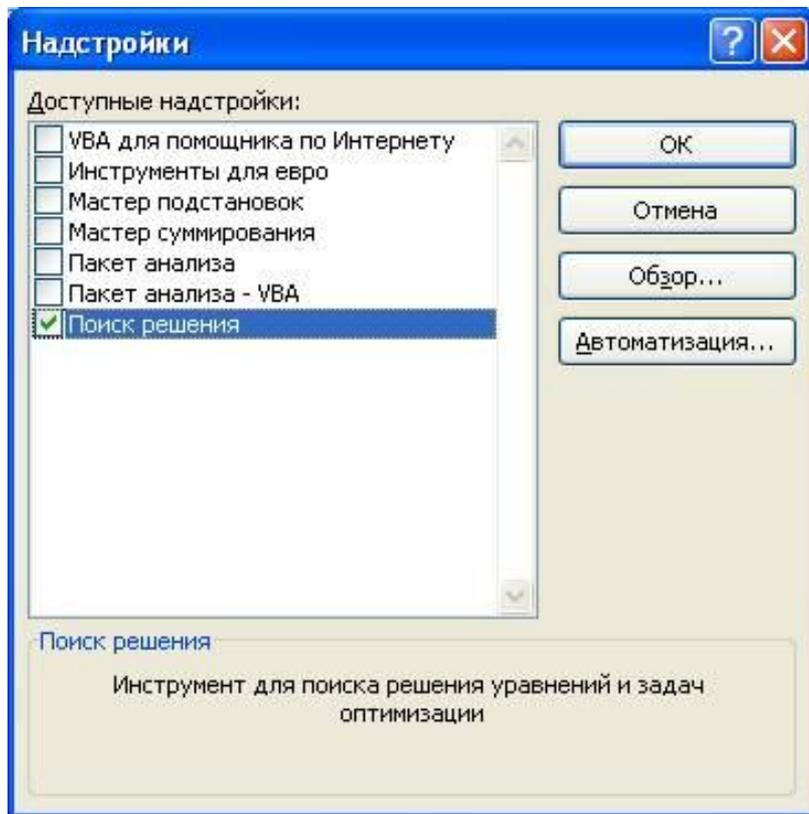

Рис. 1.
- Для запуска надстройки Поиск решения в Excel 2003 необходимо выбрать в строке Меню-Сервис-Надстройки-установить флажок против команды Поиск решения, если такая строка отсутствует, то необходимо нажать на строку с командой: Надстройки, и поставить отметку против строки Поиск решения (рис. 1).